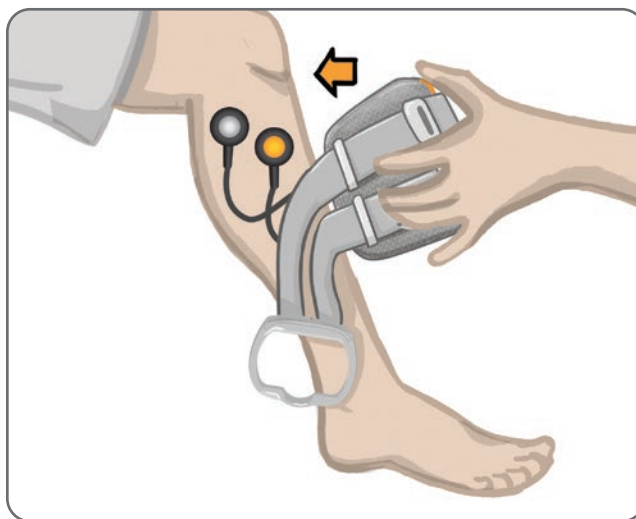

Figure 8-5 : Positionnement du localisateur sous la rotule
6. Positionnez le localisateur de la jambière juste sous la rotule, au-dessus du plateau tibial. Reportez-vous à la figure 8-5. Vérifiez que la jambière n'est pas en contact avec les bases d'électrodes. Le localisateur doit être bien ajusté sous la base de la rotule, sans inconfort.